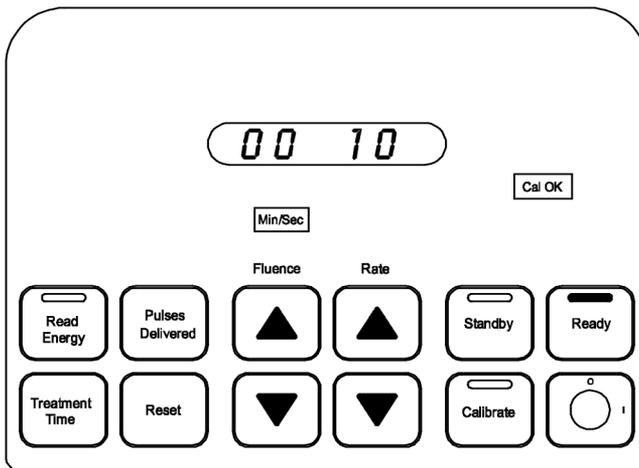

Abbildung 11
7. Während das Excimer-Lasersystem lasert, wird die Gesamtbehandlungszeit gespeichert. Für die Abfrage der Behandlungszeit das Lasern anhalten und die Taste **Treatment Time** (Behandlungszeit) drücken. Die Anzeigeleuchte **Min/Sec** (Min/Sek) leuchtet auf und die Gesamtbehandlungszeit wird im Anzeigefenster angezeigt. (Abbildung 11)